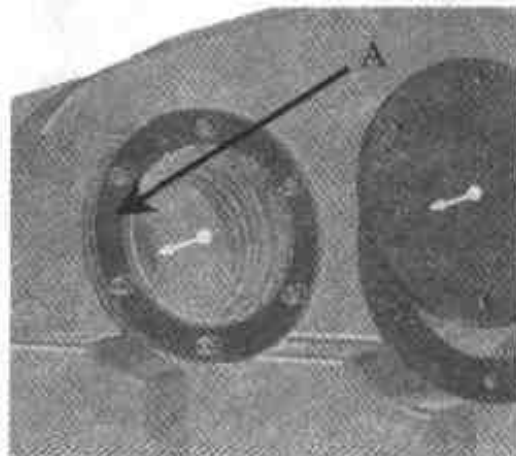

图 3.167 装配定位
- (3) 再次旋转视图到如图 3.167 所示垫片的装配位置，单击如图 3.167A 所示的垫片内圆。